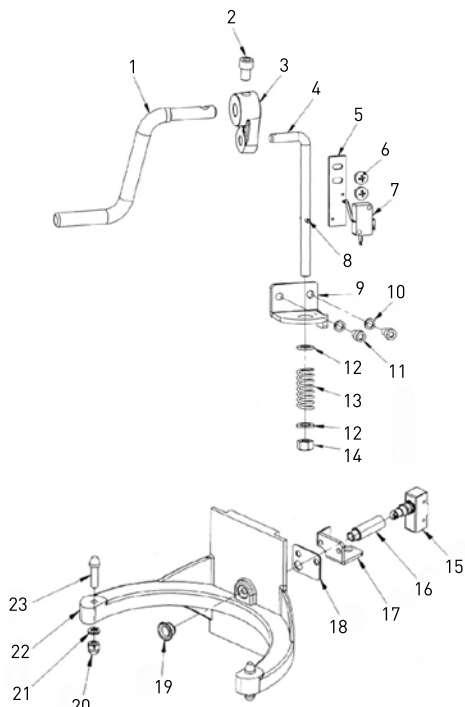

Figuur 2: Aandrijving
- Aandrijving (Figuur 2);
## Onderdelenlijst Figuur 2